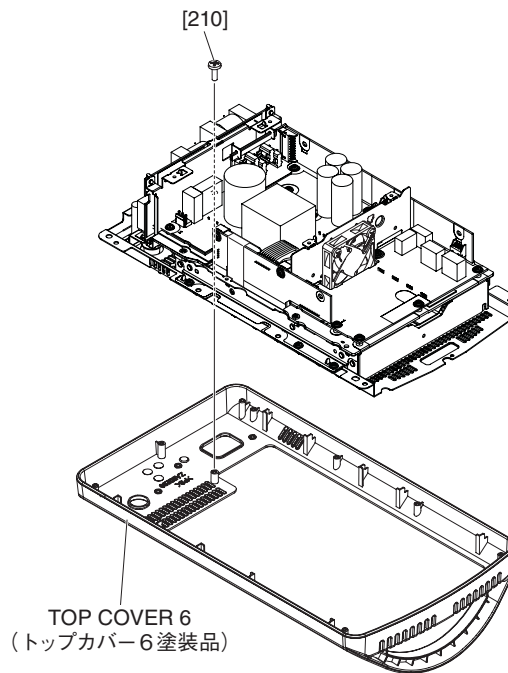

Fig. B-5 (図B-5)
- B-5-3 Remove the screw marked [210]. The top cover 6 can then be removed. (Fig. B-5)
- B-5-3 [210] のネジ 1 本を外して、トップカバー 6 塗装品を外します。(図 B-5)